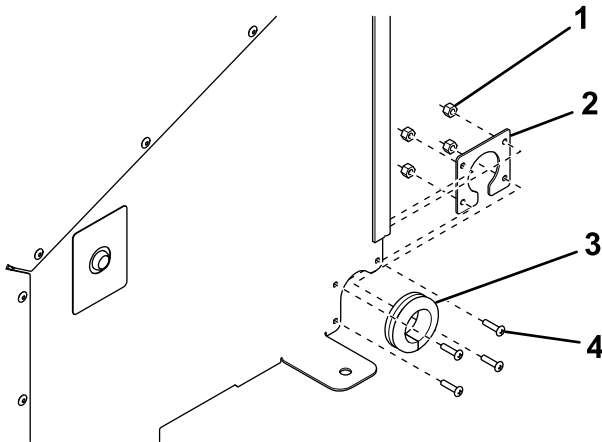

Bild 4
10. Befestigen Sie die Gummitüllenplatte an der Innenseite der hinteren Abdeckung mit vier Schrauben (10 x 3/4") und Nylonmuttern (**Bild 4**).
11. Setzen Sie die Gummitülle in die Gummitüllenplatte ein (**Bild 4**).